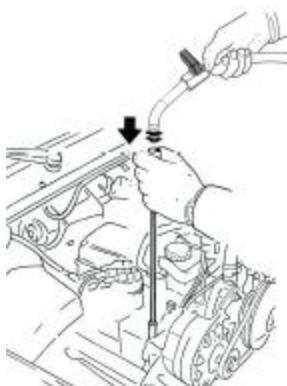

FIG. 2
- Podłączyć końcówkę węża ssącego do sondy zanurzonej w silniku. (Rysunek 2)